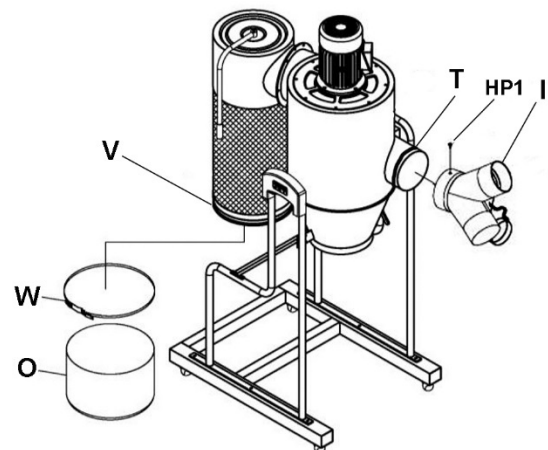

Abbildung 10
11. Schaumstoffklebeband (T) nahe an der Kante rund um die Einlassöffnung anbringen. Siehe Abbildung 10. Das Schaumstoffklebeband muss die runde Öffnung komplett umschließen.
12. Den Einlassadapter (I) am Hauptgehäuse anbringen und mit der Flanschkopfschraube (HP1) sichern.
13. Das Schaumstoffklebeband (V) unmittelbar über der unteren Kante des Topffilters anbringen. Das Schaumstoffklebeband muss den Topffilter komplett umschließen.
14. Den Auffangbeutel (O) am Boden des Topffilters anbringen und mit der Stahl-Beutelklammer (W) sichern.